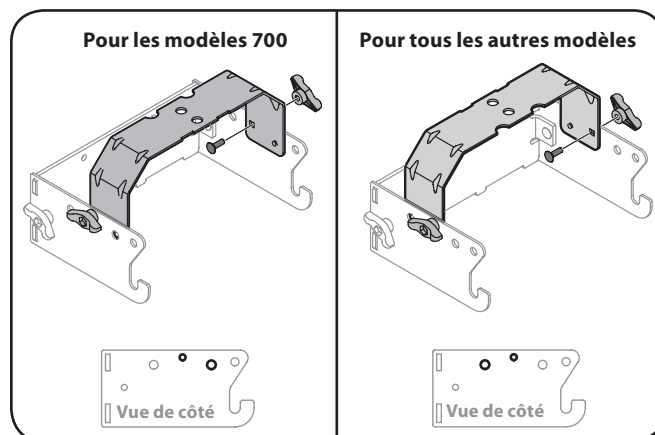

Figure 4-4
2. Renversez l'assemblage et montez le support de fixation d'attelage comme illustré à la Figure 4-4.
Remarque : Les orifices les plus près des crochets de support doivent être utilisés pour toutes les modèles de la série 700, alors que les deux orifices se trouvant à proximité du bâti sont destinés à tout autre modèle. Le support de fixation de l'attelage devra être renversé pour permettre l'alignement des orifices adéquats selon le modèle de l'appareil sur lequel cette ensacheuse doit être installée. Reportez-vous à la Figure 4-4.